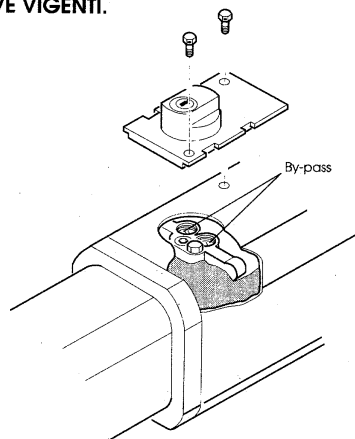

Fig. 11
La regolazione della soglia di intervento si effettua sulle viti by-pass sulle quali è possibile operare svitando le viti di fissaggio del dispositivo di sblocco come da Fig. 11.
N.B.: Per verificare che persone non autorizzate abbiano violato il sistema e modificato la regolazione eseguita è possibile porre dei sigilli sui fori passanti ricavati sulle viti che fissano il dispositivo di sblocco (Fig. 11).